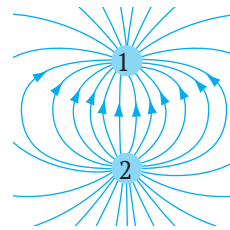

Fig. 1
3. (1 bal) În fig. 1 sunt reprezentate liniile câmpului electric, creat de două bile încărcate. Care afirmație este justă?